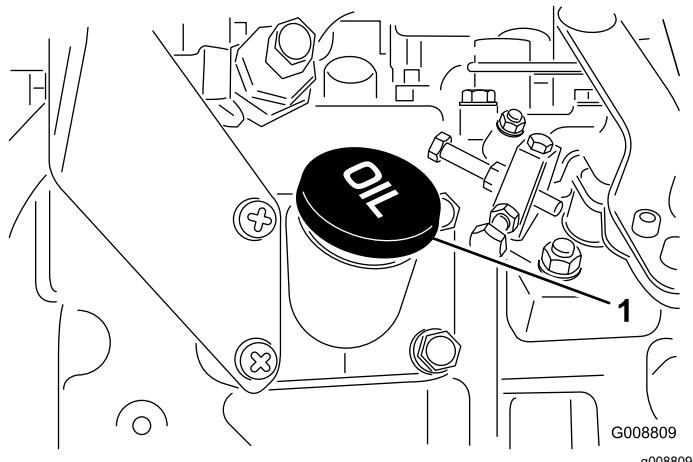

Bild 36
4. Wenn der Ölstand unter dem sicheren Bereich liegt, nehmen Sie den Fülldeckel ab (Bild 36) und gießen Sie genug Öl ein, um den Ölstand bis zur VOLL-Markierung anzuheben.